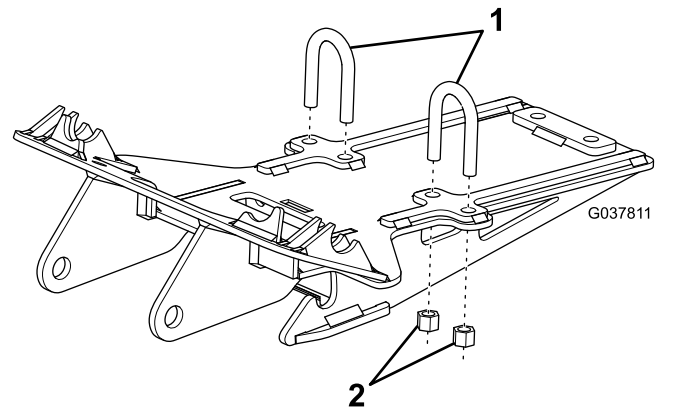

Figure 2
6. Utilisez les 2 longs étriers filetés et les 4 contre-écrous pour positionner et fixer légèrement le centre de la plaque de protection au cadre du véhicule (Figure 2).